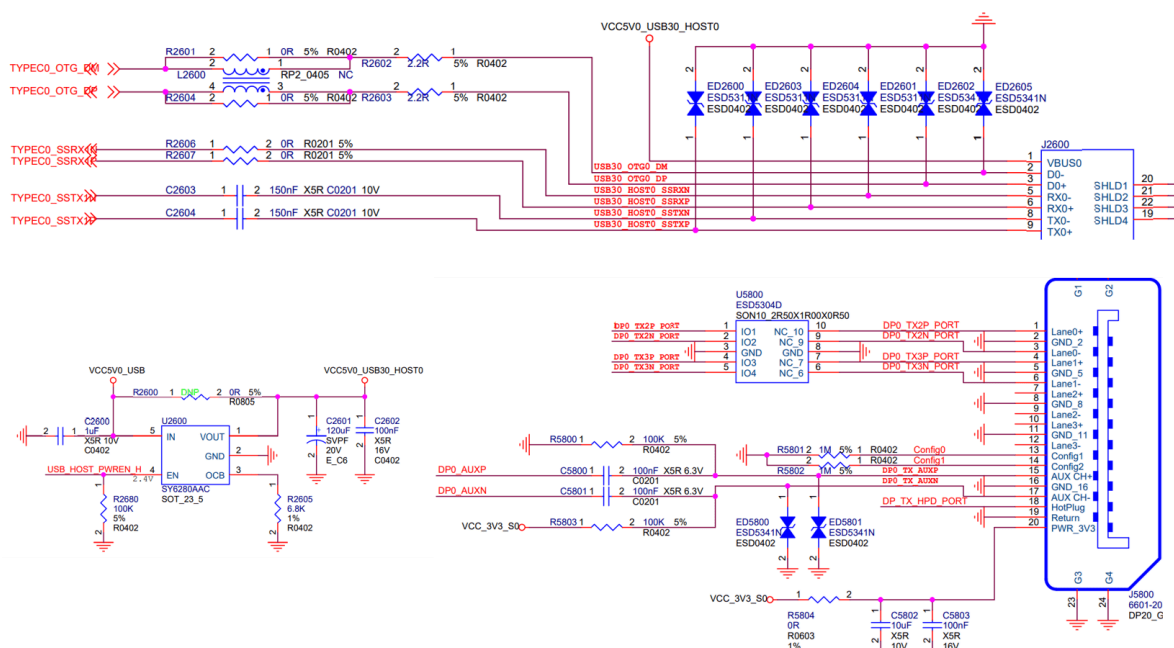

图 21 RK3588 Type-A USB3.1/DP 接口
3. Type-A VBUS 的供电电源 (VCC5V0\_USB30\_HOST2) 由 GPIO 控制，当 OTG 作 Device mode，关闭 VBUS 输出。当 OTG 作 HOST mode，打开 VBUS 输出。此外，稳压芯片 SY6280AAC 的输出电流由 OCB pin 连接的电阻决定，最大电流  $I_{lim(A)} = 6800/R_{set(ohm)}$ ，如下图 21 所示，VBUS 输出限流为 1A；